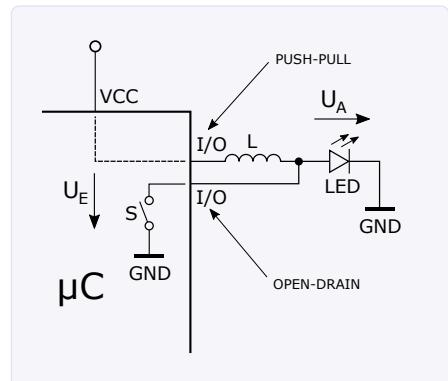

Figure 4. Paramétrage des broches du port du µC.
pondra sur cette broche le potentiel de masse GND (**fig. 4**). En mode drain ouvert, quand le niveau logique est haut (1), la sortie concernée n'a pas de potentiel défini (la sortie est ouverte, tout comme l'interrupteur S ci-dessus), tandis que pour un niveau logique bas (0) le potentiel sur la broche de sortie est celui de GND.